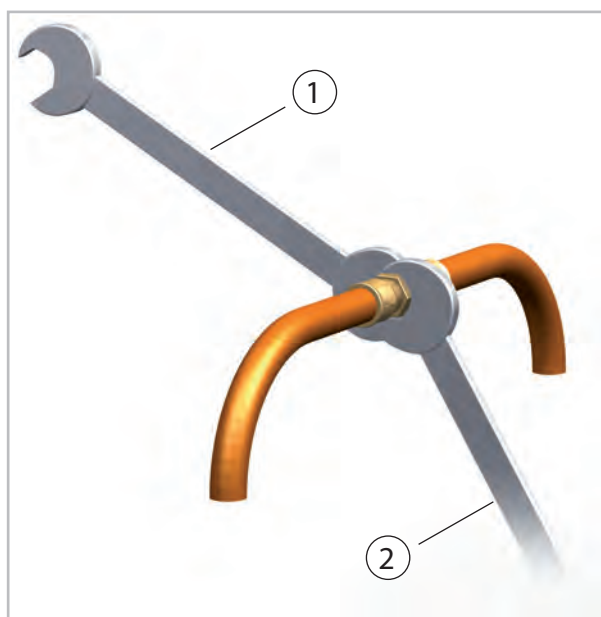

Fig. 37: Serrage des raccords vissés
11. ➤ Serrez ensuite définitivement les raccords vissés à l'aide de 2 clés plates de taille appropriée. Lors du vissage, utilisez toujours l'une des clés plates pour contre-serrer (Voir la Fig. 37).